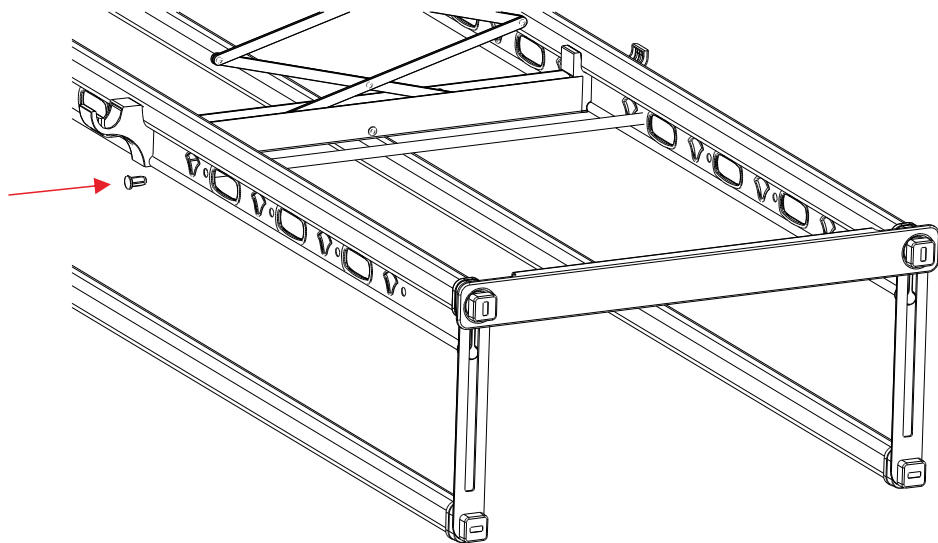

图 11
10、安装小晾杆：在两边衣杆上面找到两个平行的孔位，平拖小晾杆然后用塑胶件塞进孔中压紧，如图11。